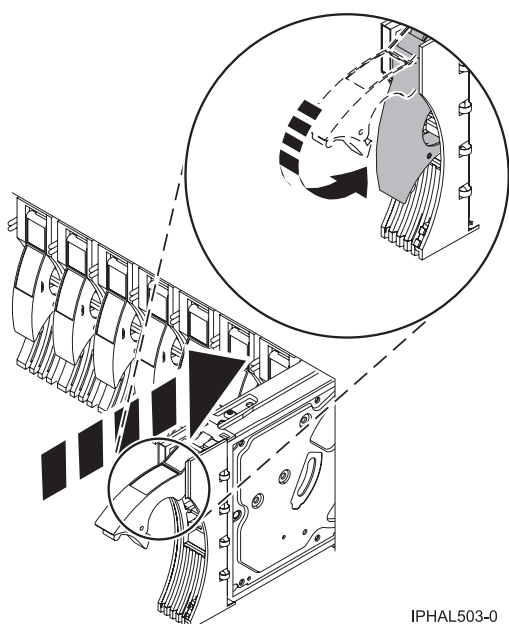

Figura 5. Instal·lació d'una unitat de disc en un model
5. Instal·leu la unitat de disc, com es veu a la Figura 5.